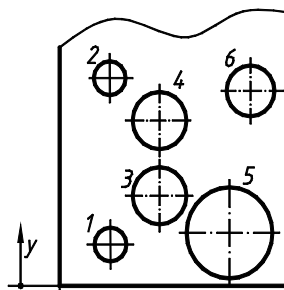

Fig. 2.13. Cotare în coordonate
- **cotarea în coordonate** este utilizată în cazul când elementul cotat prezintă un număr de elemente de același tip amplasate neuniform. Elementele se numerează și într-un tabel se indică mărimea și poziția lor (fig. 2.13).